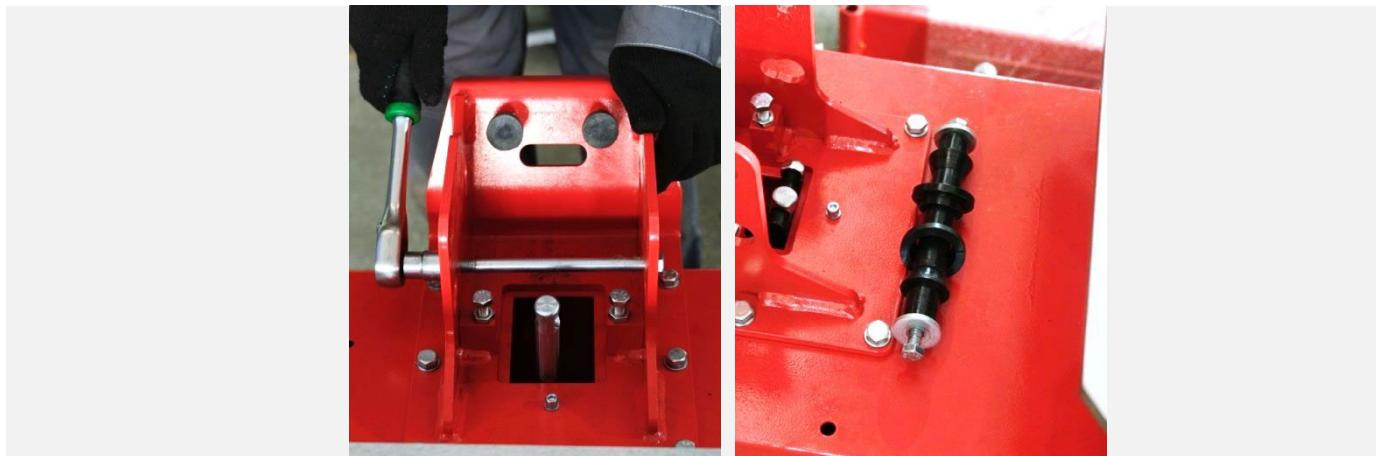

Рисунок 10
**ВНИМАНИЕ!** При последующей сборке соблюдать очередность размещения шайб на оси колонны (см. Рисунок 10).